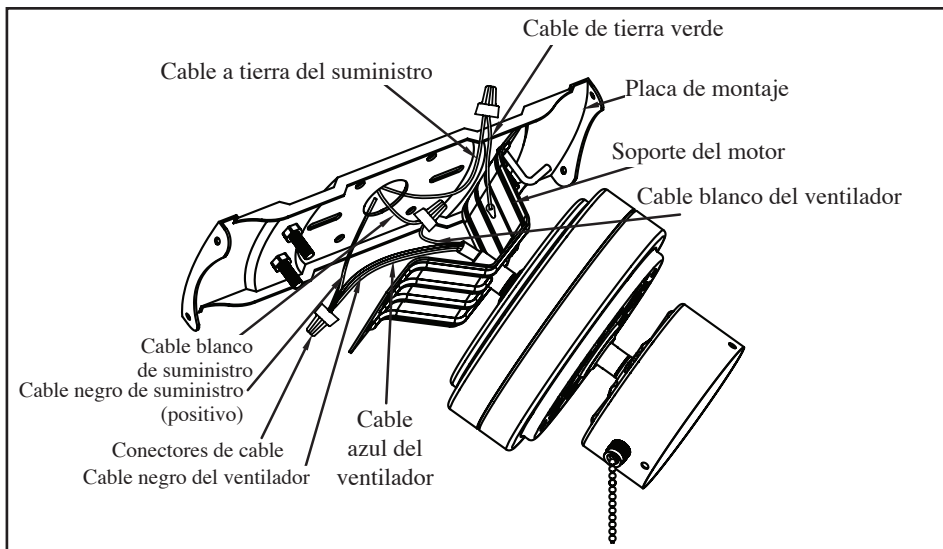

Figura 7
1. Conecta el conductor a tierra del cable de 120 voltios (puede ser un cable desnudo o un cable con aislante verde) a los cables terminales a tierra verdes del soporte del motor y la placa de montaje del ventilador (Figura 7).
2. Conecta el cable blanco del motor del ventilador al cable blanco de suministro (neutro) usando la tuerca de cable provista (Figura 7).
3. Conecta el cable negro y el azul del motor del ventilador al cable negro de suministro de energía (positivo) usando la tuerca de cable incluida (Figura 7).